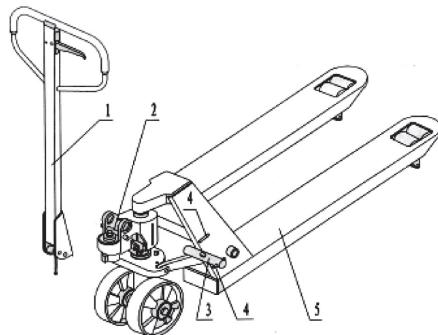

Fig. 1. 1.Håndtaksenhet 2. Splint
- Press ned håndtaksenheten (110B), ta bort splinten (#2) (se fig. 1)
- Sett manøvreringshåndtaket (117) i «RAISE» posisjon, hev deretter pendelarmen (319) med splinten (#2) og sett inn justeringsbolten (103) i pendelarmens fremste spor. Ob servere at justeringsmutteren (104) skal være på undersiden av pendelarmen.
- Bruk hammeren for å slå i ytterligere en elastisk splint (106) i håndtakssplinten (105). Nå er håndtaket montert på pumpeenheten.